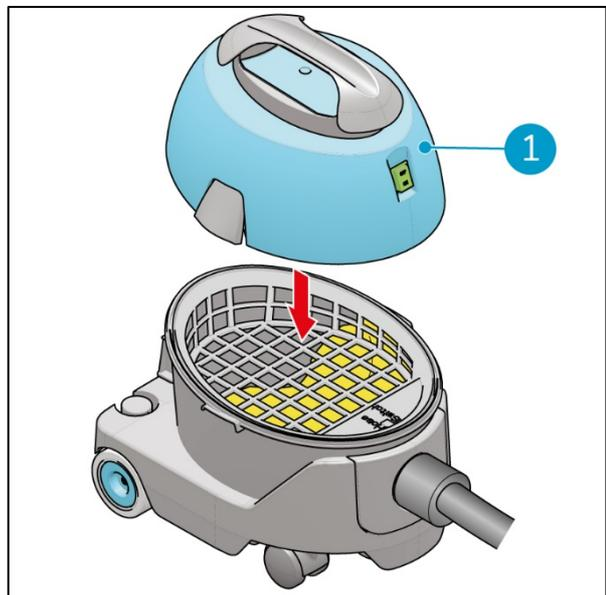

Figure 13
15. Placez le capot (Figure 13, pos. 1) sur le bac.